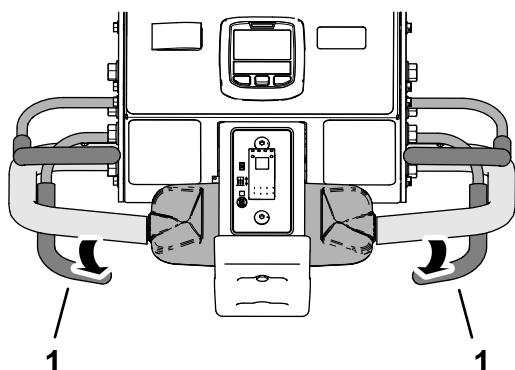

Figure 95
- Relâchez la barre de commande d'aération (Figure 95).